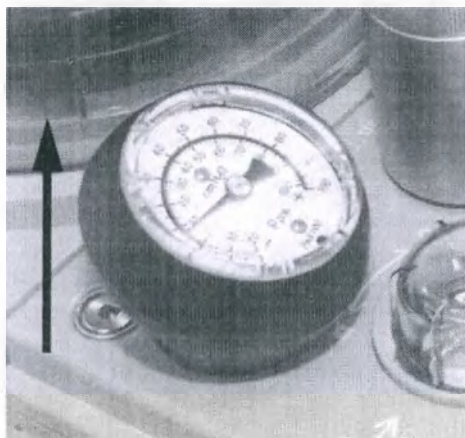

РИСУНОК 7-15 Извлечение манометра PAW
1. Манометр PAW утоплен в корпус системы. Нет необходимости извлекать его для очистки. Тем не менее, если его требуется извлечь, просто потяните его вверх и вытащите из блока дыхательного контура, как показано на РИС. 7-15.